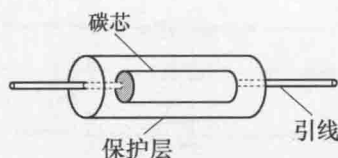

图 1-7 碳质电阻
(7) 实芯碳质电阻,是用碳质颗粒等导电物质、填料和粘合剂混合制成一个实体的电阻器,并在制造时植入导线(图 1-7)。电阻值的大小是根据碳粉的比例及碳棒的粗细长短而定。其特点是价格低廉,但其阻值误差、噪声电压都大,稳定性差,目前较少用。